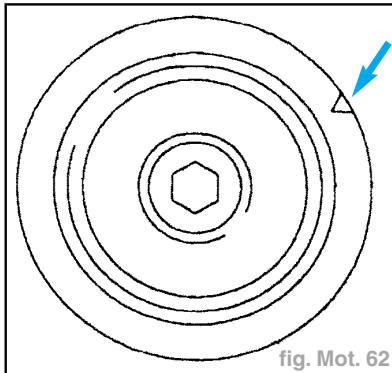

fig. Mot. 62
- position de l'amortisseur de vibrations du vilebrequin (fig. Mot. 62).